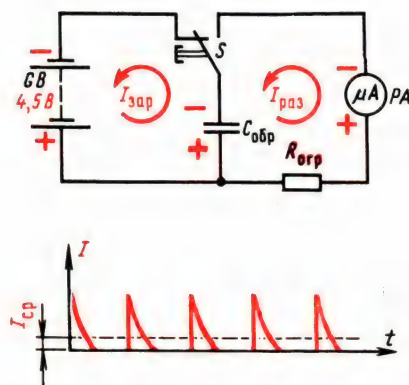

Рис. 287. Опыт, иллюстрирующий принцип работы конденсаторного частотомера
Чтобы разобраться в этом вопросе, проведи такой опыт. Соедини по схеме на рис. 287 батарею 3336Л (GB), бумажный образцовый конденсатор  $C_{обр}$  емкостью 0,5–1 мкФ, микроамперметр РА на ток 100–300 мкА, например микроамперметр комбинированного измерительного прибора или транзисторного вольтметра, и кнопочный переключатель S типа КМ1-1. Последовательно с микроамперметром включи ограничительный резистор  $R_{огр}$ , сопротивление
Кнопочный переключатель S подключи так, чтобы его контакты находились в положении, показанном на схеме. При этом конденсатор мгновенно зарядится до напряжения батареи. Нажми кнопку, чтобы заряженный конденсатор переключить на микроамперметр. Стрелка прибора отклонится вправо, фиксируя ток разрядки конденсатора и тут же вернется на нулевую отметку. Постарайся ритмично и возможно чаще нажимать и отпускать кнопку переключателя. С такой же частотой конденсатор будет заряжаться от батареи и разряжаться через прибор. Чем больше частота этих переключений, тем меньше будет колебаться стрелка прибора, показывая среднее значение тока через него (на графике в нижней части рис. 287 среднее значение тока  $I_{ср}$ ). При том же образцовом конденсаторе с повышением частоты переключений прибор будет фиксировать все возрастающий ток. Таким образом, по отклонению стрелки можно судить о частоте импульсов тока, подаваемых на прибор.